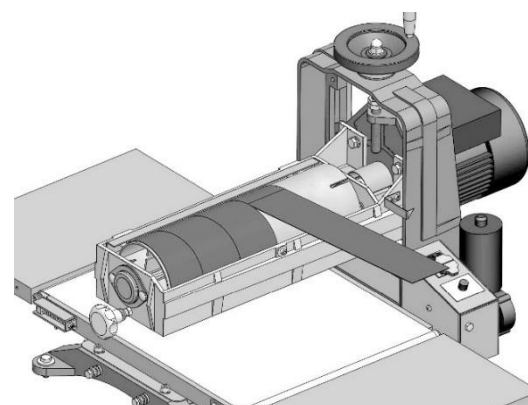

Рисунок 30.
- Удерживая полосу одной рукой, другой рукой вращайте барабан от себя и наматывайте ленту на барабан (рис. 30).